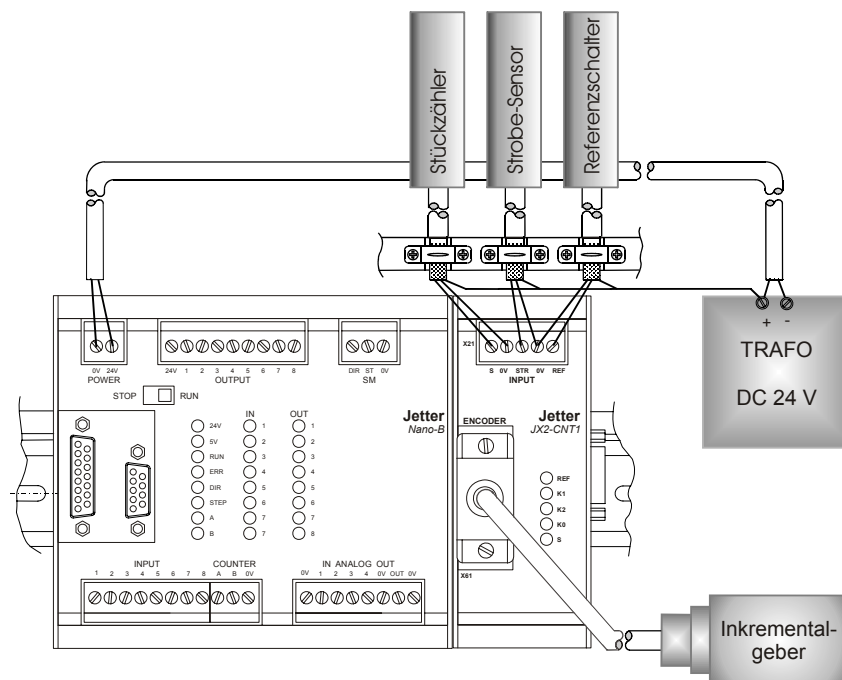

Abb. 2: EMV-konformer Schirmanschluss bei Schraubklemmen
- Der Schirm und die Zugentlastung muss niederohmig und großflächig mit einer geerdeten Fläche verbunden sein. Die Erdung muss dabei so erfolgen, dass das ungeschirmte Stück der Leitung möglichst kurz gehalten wird (siehe Abb. 2).
- die Länge der Drahtenden ohne Abschirmung auf maximal 8 cm begrenzen (siehe Abb. 2).